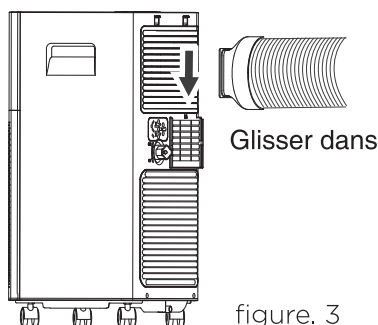

figure. 3
d. Installez l'entrée du tuyau dans la rainure à l'arrière de l'unité et étendez le tuyau d'échappement. (voir figure 3)